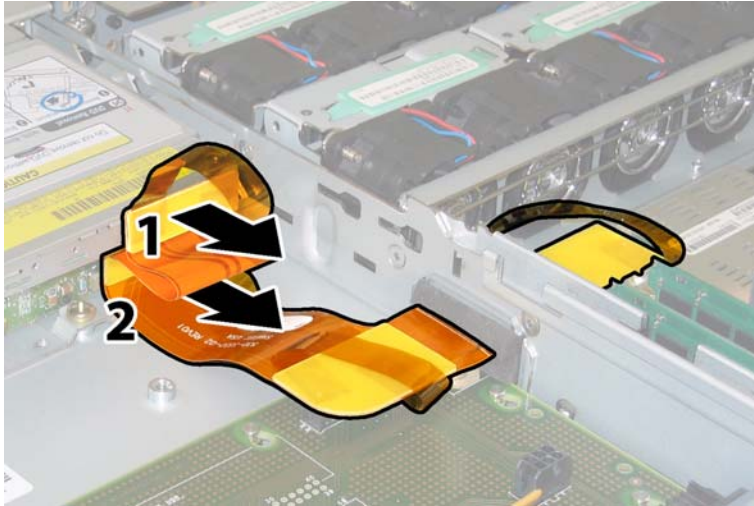

ABBILDUNG 3-36 Ziehen des Flex-Kabelsteckers aus dem DVD-Laufwerk und der HDD-Anschlussleiste
10. Ziehen Sie die Flex-Kabelstecker aus der Rückseite des DVD-ROM-Laufwerks und der HDD-Anschlussleiste. Siehe ABBILDUNG 3-36.